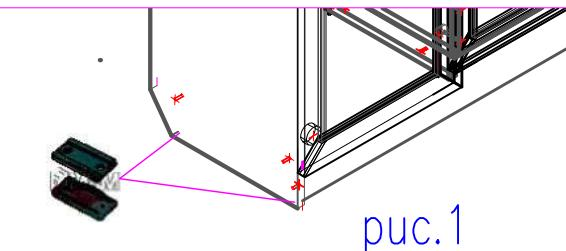

рис.1
- 1.На торцы деталей 1,2 согласно схемы сборки установить подпятники Ф №1( рис.1)